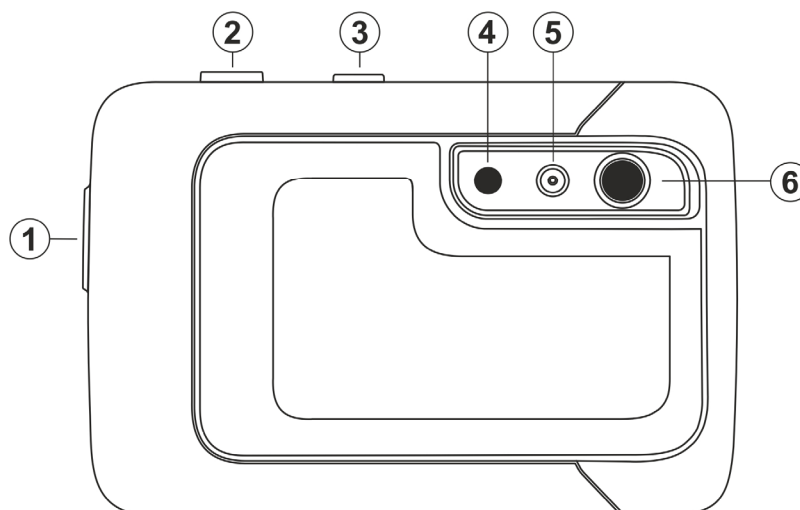

Fig. 2: Descrizione anteriore dello strumento
1. Toccare la voce "Illuminatore" per attivare/disattivare l'illuminatore a LED bianco integrato nello strumento (vedere Fig. 2 – parte 4). La seguente videata è mostrata: